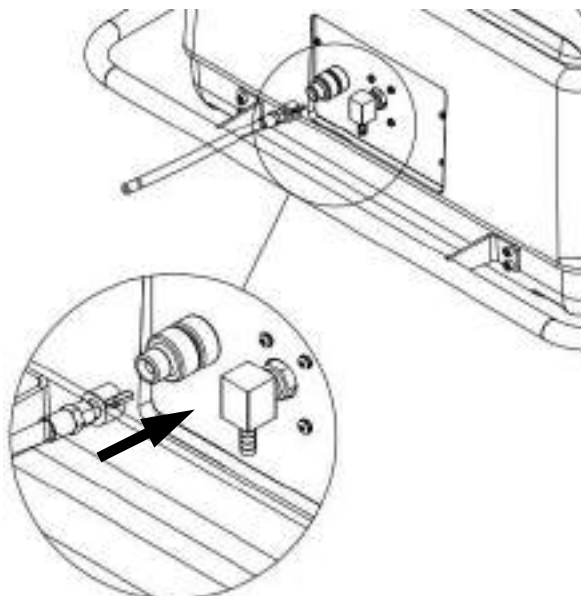

Figura 164 – Ligação para operação da válvula de servo controle de oxigênio - para incubadora com corpo em plástico de engenharia
- Através de uma mangueira de pressão de nylon trançada 250 psi atóxica, conectar a saída do fluxômetro da rede ou cilindro de oxigênio hospitalar a válvula de entrada de oxigênio da incubadora, conforme figura 164 e 165.